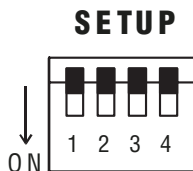

Рис. 3. Переключатели конфигурации VS-44HD
5. При необходимости можно также подключить (не показано на рис. 3):